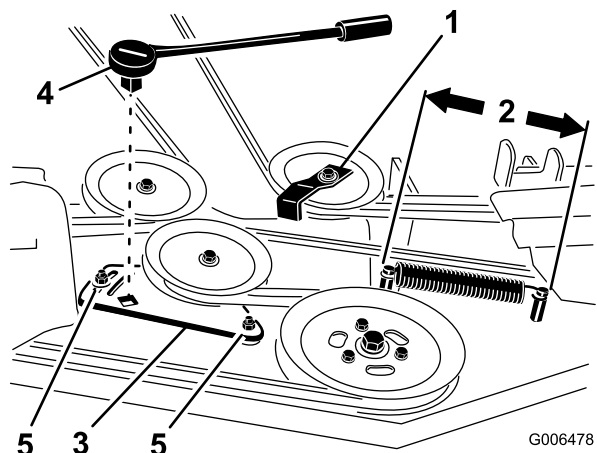

Figure 57
4. Desserrez les boulons de fixation de la plaque du bras de tension (Figure 57).
6. Enlevez le guide de courroie sur la poulie de tension rappelée par ressort comme illustré à la Figure 55 et Figure 57.
9. Montez le guide de courroie sur la poulie de tension rappelée par ressort à un angle de 45 degrés comme illustré à la Figure 55 et Figure 57. Serrez le boulon à un couple de 37 à 45 Nm.
10. Montez le ressort de la poulie de tension sur les deux montants (Figure 55 et Figure 57).
4. Mesurez la longueur du ressort (Figure 57). Si le ressort mesure entre 25,4 et 26 cm (10 et 10-1/4"), d'un montant à l'autre, aucun réglage n'est nécessaire.
5. Desserrez les boulons de fixation de la plaque du bras de tension (Figure 57).
6. Insérez un manche à rochet ou une barre de levier dans le trou carré de la plaque pour régler la tension (Figure 57).
le ressort soit distant de 25,4 à 26 cm (10 à 10-1/4") d'un montant à l'autre, comme illustré à la Figure 57.
8. Tout en maintenant la courroie tendue, serrez les boulons de fixation de la plaque du bras de tension (Figure 57).